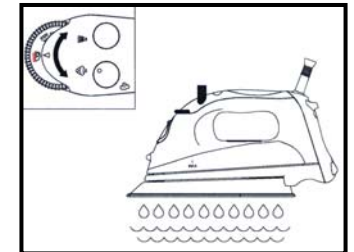

Fig. 8
5. Tournez cadran de vapeur variable entièrement à droite à la position d'auto-nettoyage et tenez le fer à l'horizontale au-dessus de l'évier. (Fig. 8)